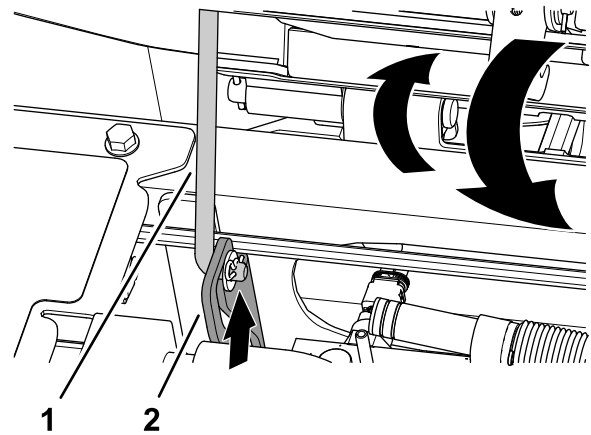

Bild 102
1. Heben Sie den Sitz leicht an und heben Sie die Stütze aus der Vertiefung des Sitzhalterungsschlitzes (Bild 102).